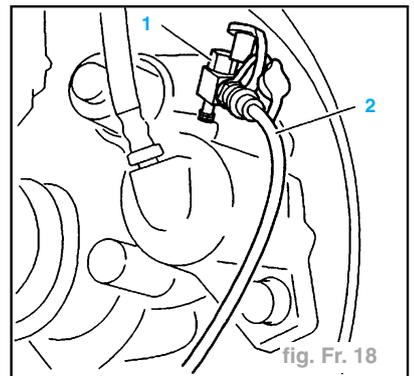

fig. Fr. 18
- Remplacer la vis de purge de l'étrier avant par le capteur de pression (1), filetage M8 (fig. Fr. 18).